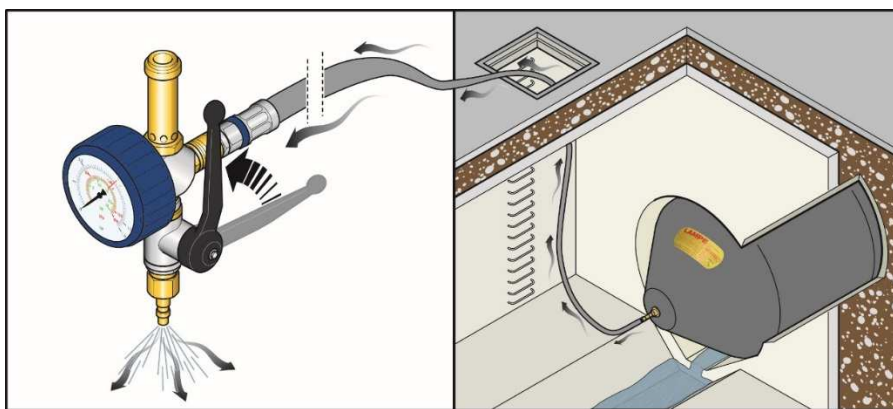

Figura 4 – Sgonfiaggio con pannello di sicurezza standard (cod. LA.7142702).
- Svitare gradualmente la ghiera della valvola di sicurezza, avendo cura di controllare l'eventuale deflusso dell'acqua al di sotto dell'otturatore e che questo non subisca alcuno spostamento (Figura 4).